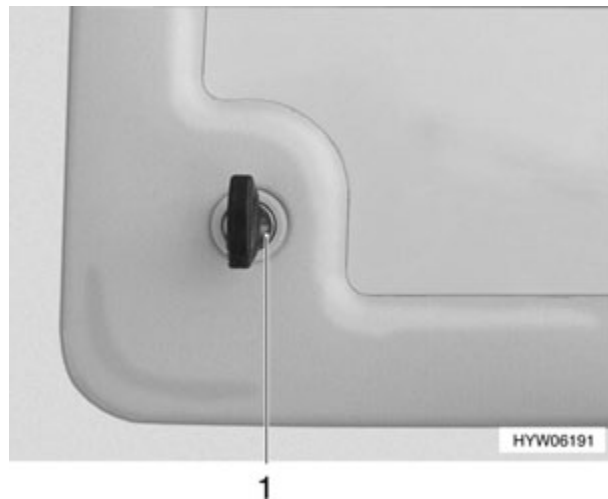

Fig. 29 Serrure du portillon Portillon cassette Thetford
- Insérer la clé dans le barillet (Fig. 29,1) du verrou à pression et la tourner d'un quart de tour.
- Insérer la clé dans le barillet (Fig. 29,1) et la tourner d'un quart de tour.